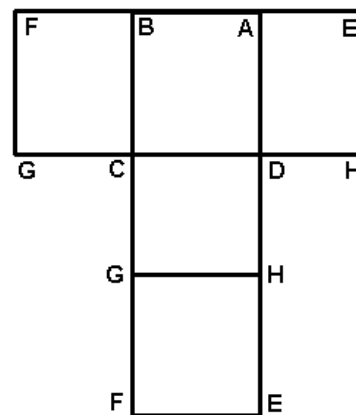

Figure 2
- Retirer les rabats de la boîte. Puis découper le long des plis FG et GC. Faire de même de l'autre côté le long de EH et HD. Le carton s'étale en un ensemble plat de cinq rectangles comme sur la figure 2.